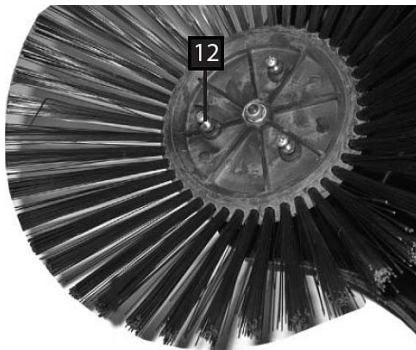

Abb. 4: Montage der Zuführbürsten
Schritt 3: Befestigen Sie die Zuführbürsten mit je 3 Schrauben (12, Abb. 4) an den Aufnahmetellern an der Unterseite des Geräts.